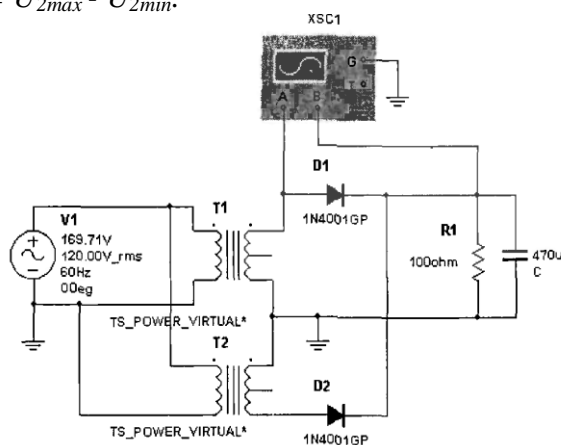

Рисунок 5- Двухполупериодный выпрямитель с емкостным фильтром на выходе
1. Смоделируйте схему двухполупериодного выпрямителя согласно рис. 5. Включите схему.